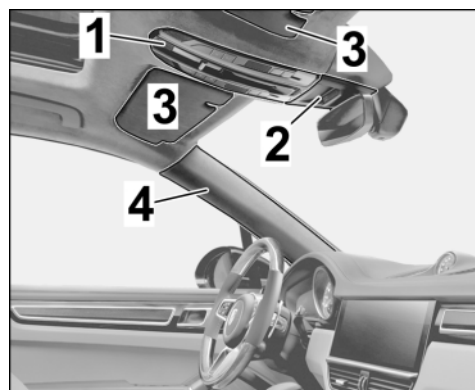

Bild 3
1.3 Bereich Dach vorn / Rückspiegel (innen) frei legen (⇒ *Bild 3*)